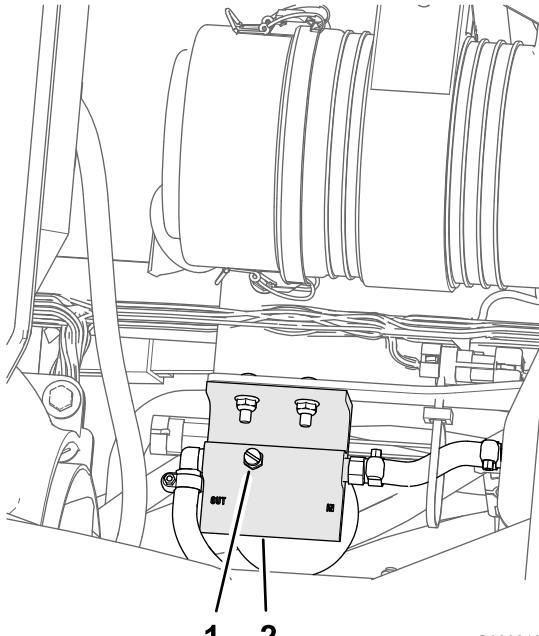

Figura 75
5. Allentate il tappo di sfiato sopra al separatore carburante/condensa (Figura 75)..
7. Serrate il tappo di sfiato e ruotate l'interruttore dello starter in posizione di SPEGNIMENTO (Figura 75).